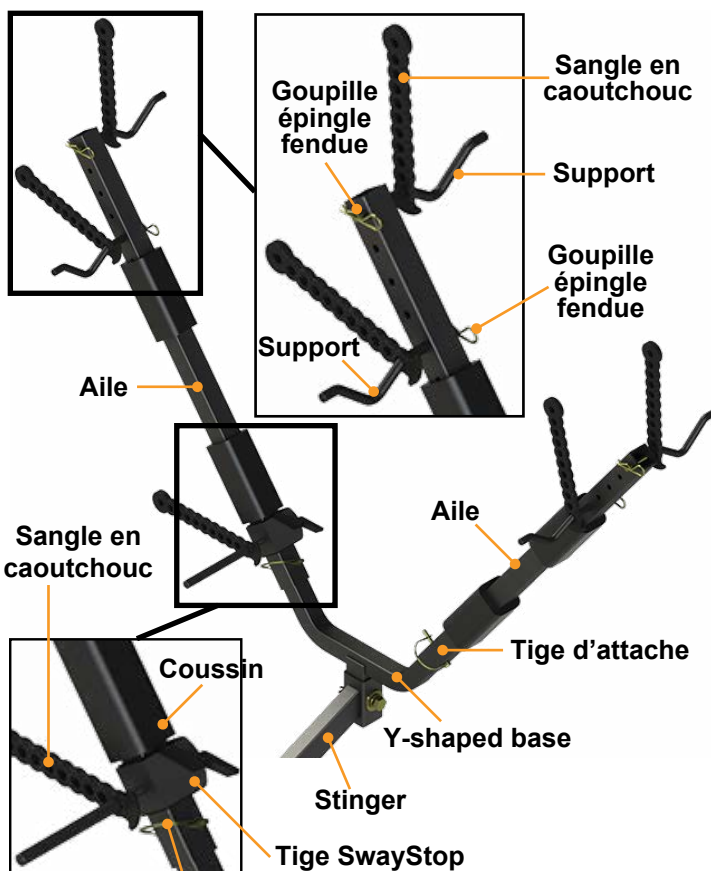

Fig.5 Tige d'attache
1. Fixer la base en Y au Stinger (si nécessaire) avec la tige NoMotion, les rondelles et la goupille épingle fendue (**Fig.5**).
2. Insérer une tige SwayStop™ dans chacune des ailes en commençant par le bas de sorte que la tige SwayStop se trouve entre la tige d'attache et le coussin protecteur (**Fig.5**). Les tiges doivent être orientées en sens opposés.
3. Fixer les ailes à la base en Y en utilisant deux tiges d'attache (**Fig.5**).
5. Fixer quatre supports, dont deux sur chaque aile (**Fig. 5**). Chaque aile doit avoir un support orienté vers l'avant et un support orienté vers l'arrière.